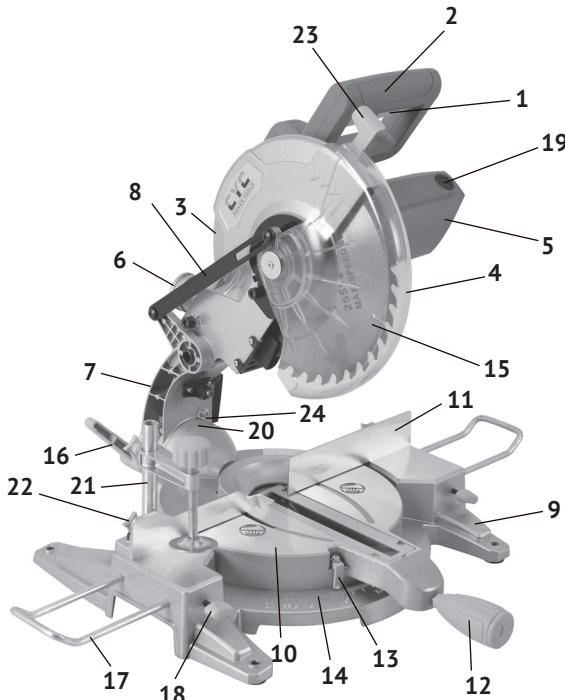

рис.1
1.2.1 На металлическом основании пилы расположен рабочий стол, с возможностью поворота относительно основания в горизонтальной плоскости до 45° вправо и влево для косых распилов. На рабочем столе закреплён суппорт (рис.1 поз.7) режущего блока. Механизм крепления позволяет установить его в любом положении: от вертикального (0°) до наклона 45° влево от вертикали, для боковых распилов. Основным несущим узлом режущего блока пилы является алюминиевый корпус редуктора, выполненный заодно с верхним защитным кожухом диска (рис.1 поз.3). К корпусу крепится пластиковый корпус двигателя (рис.1 поз.5) с рукояткой управления (рис.1 поз.2). В комплект поставки входят две дополнительные опоры (рис.1 поз.17) для поддержки длинномерных заготовок. Опоры фиксируются к основанию пилы винтами (рис.1 поз.18).
- проверьте работоспособность выключателя электродвигателя инструмента. Не подключая пилу к электросети, нажмите и отпустите клавишу выключателя (рис.1 поз.1) – она без задержек должна возвратиться в исходное положение;
- после необходимых регулировок надёжно зафиксируйте: рукоятку (рис.1 поз.16) угла наклона суппорта и рукоятку (рис.1 поз.12) угла поворота рабочего стола. При недостаточно надёжной фиксации во время пиления возможно изменение этих установок и, как следствие, возникновение заклинивания пильного диска и обратной отдачи;
- включение/выключение пилы осуществляется нажатием на клавишу выключателя (рис.1 поз.1), при отпускании клавиши двигатель отключается. Перед опусканием головки режущей для реза заготовки, необходимо разблокировать рычаг фиксации подвижного защитного кожуха (рис.1 поз.23). Подвижной защитный кожух (рис.1 поз.4) будет подниматься кулисой, по мере опускания режущего блока.
- отведите подвижный защитный кожух (рис.1 поз.4) вверх до упора, чтобы иметь свободный доступ к болту крепления диска и шпинделю (рис.2 поз.1). Заблокируйте вращение шпинделя нажатием кнопки фиксации, расположенной на корпусе редуктора между рукояткой и неподвижным кожухом;
- для установки угла поворота ослабьте фиксирующую рукоятку (рис.1 поз.12) рабочего стола (рис.1 поз.10);
(рис.1 поз.13) с нужным делением шкалы поворота (рис.1 поз.14) и надёжно затяните фиксирующую рукоятку (рис.1 поз.12) рабочего стола.